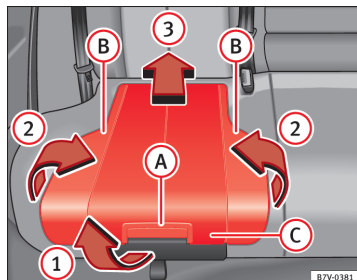

Fig. 29 Integreret børnesæde: Sådan klappes sædepolstring op.
- Træk sædepolstringen fremad i pilens retning ⇒ Fig. 29 ① med udløserarmen **(A)**.